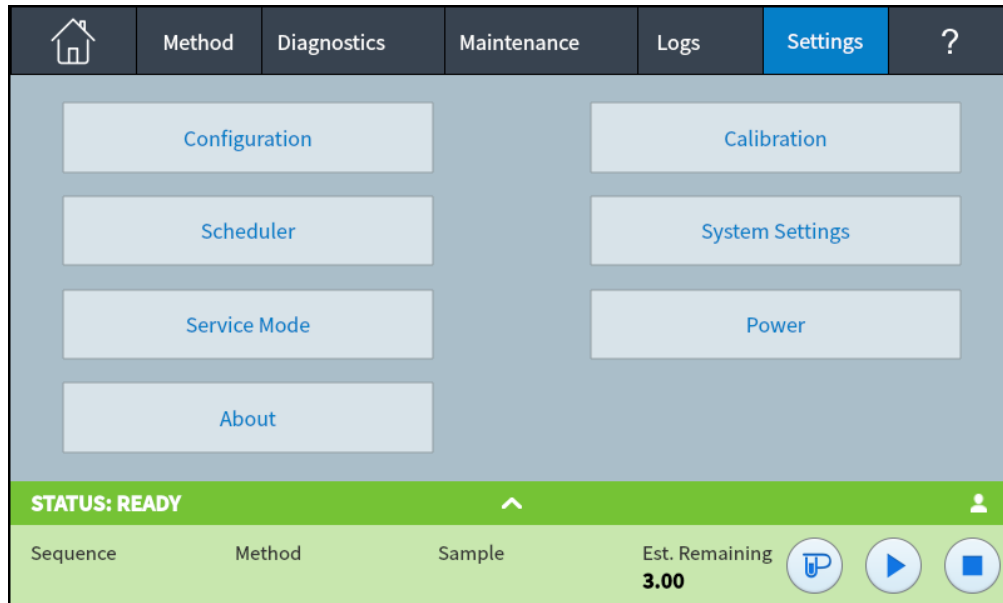

Figure 63. Vue Paramètres
- 1 Sélectionnez **Paramètres**. La vue Paramètres apparaît. Voir **Figure 63**.